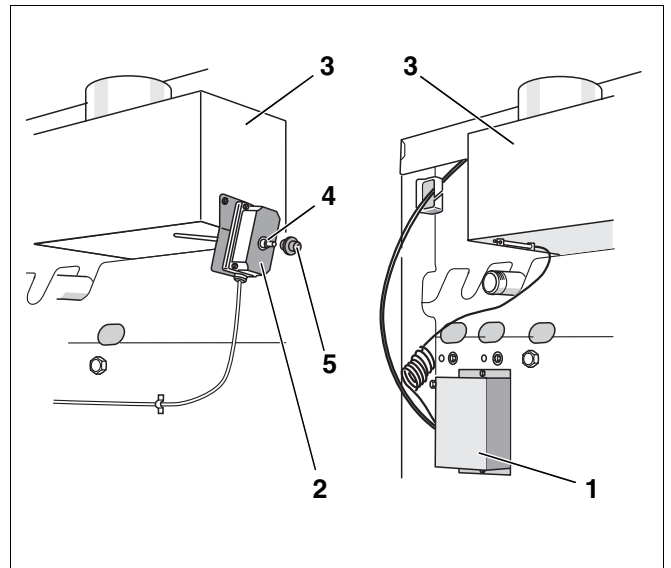

Abb. 2 Abgasüberwachungen
- AW 50: Die Abgasüberwachung AW 50 (Abb. 2, **Pos. 1**) startet nach einigen Minuten den Gasbrenner wieder automatisch, sofern Wärmebedarf besteht.
- AW 10: Entfernen Sie nach ca. 2 Minuten die Schutzkappe (Abb. 2, **Pos. 5**) der Abgasüberwachung AW 10 (Abb. 2, **Pos. 2**) und drücken Sie den Entriegelungsstift (Abb. 2, **Pos. 4**) ein.